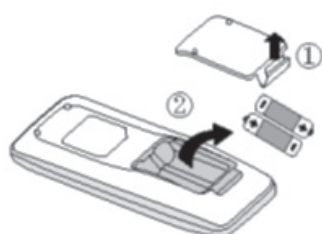

Рис. 1
1. Выдвиньте крышку по направлению стрелки (см. рис. 1).
2. Извлеките элементы питания (см. рис. 1).